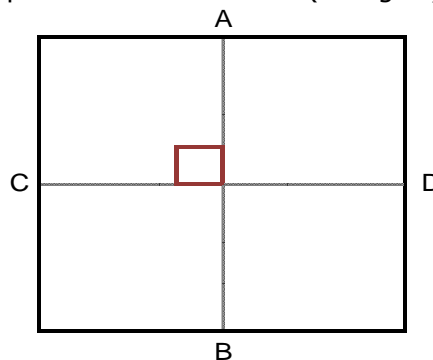

Fig. 1 : Tirer des axes de façon à situer le centre exact de la pièce qui serviront de guide pour la pose
- Un calepinage au sol et un traçage sont nécessaires pour définir le démarrage de la pose et éviter des coupes sur tous les côtés (cf. fig. 1).